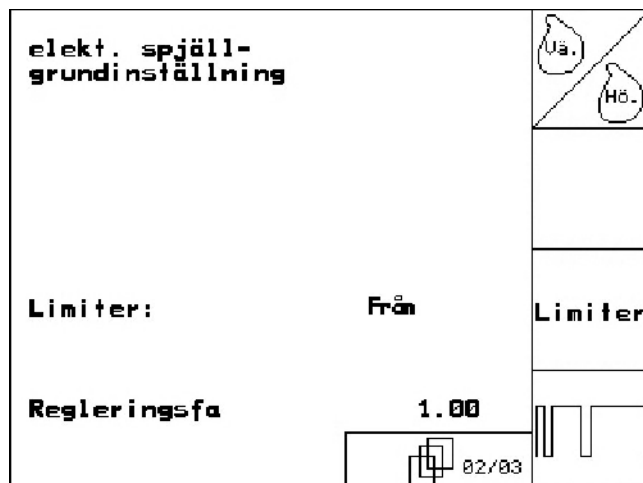

Fig. 57
- Sida 2 basdata, urval (Fig. 57):